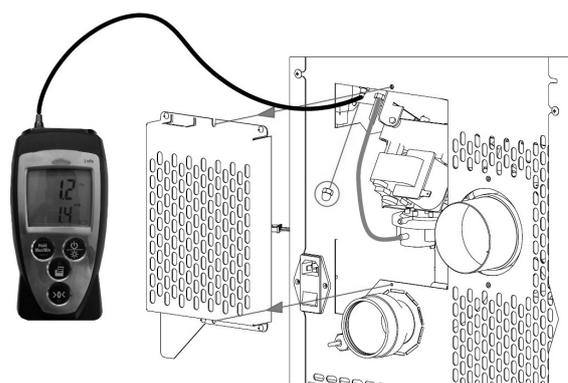

Fig. 28 - Connexion du pressostat numérique
- Retirer le carter d'inspection « C » placé sur le dos de l'appareil (voir Fig. 28).